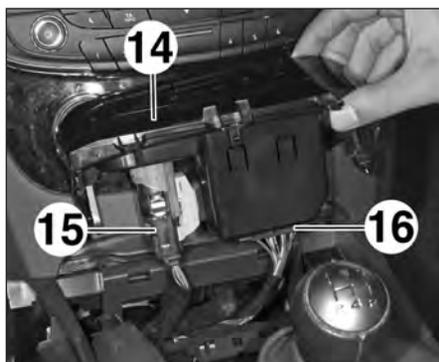

FIG.12
• Dégraffer le support du cendrier avant (14) (Fig.12).
• Débrancher l'allume-cigare (15).
• Dégraffer la prise diagnostic (16).